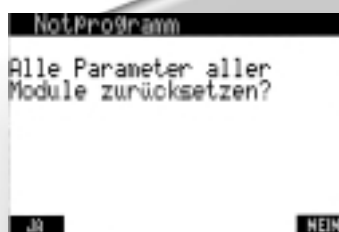

Abb. 6: "Beraten" Sie sich mit Ihrer Regelung.
- ◆ Sie berät sich mit Ihnen (Abb.6)